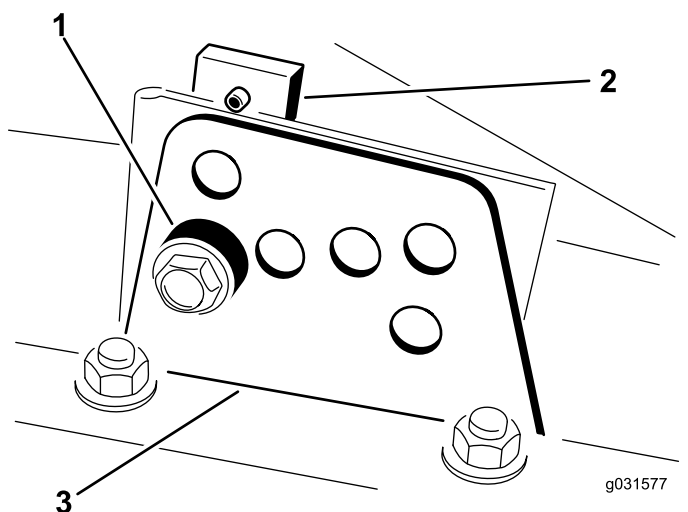

Рисунок 18
и боковых сторон), как показано на Рисунок 18.
4. Удерживая камеру, снимите проставку (Рисунок 18).